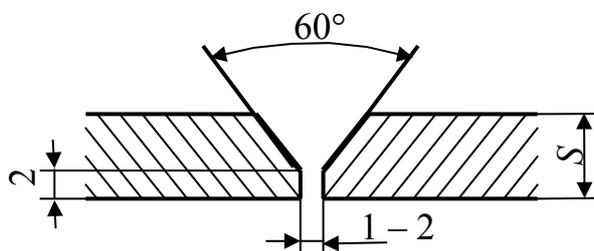

Рис. 56. Разделка кромок при толщине изделия 14–30 мм
– при толщине изделия от 14 до 30 мм рекомендуется V-образная разделка кромок (рис. 56);